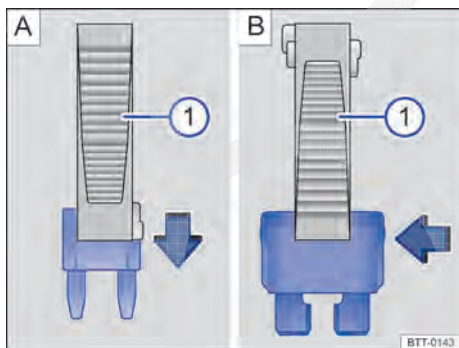

Fig. 145 Remover ou instalar um fusível com a garra da pinça de plástico ①.
- Se necessário, retirar a pinça de plástico → Fig. 145 ① da cobertura da caixa de fusíveis.
- Em caso de *fusíveis pequenos*, encaixar a garra ① por cima → Fig. 145 A.
- Em caso de *fusíveis maiores*, empurrar a garra ① lateralmente sobre o fusível → Fig. 145 B.
- Caso o fusível esteja queimado, substituir o fusível por um novo da *mesma* intensidade de corrente (mesma cor e inscrição) e do *mesmo* tamanho → ①.